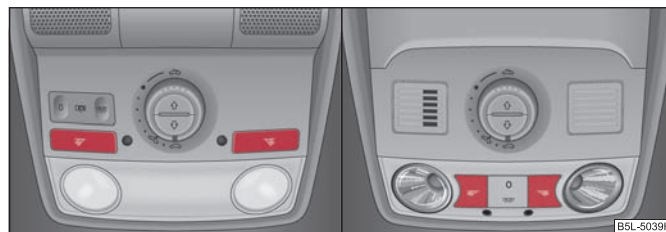

Fig. 45 Imagine din plafon: Lămpile pentru lectură din față / lămpile pentru lectură din față cu supraveghere interioară integrată
- Lampa pentru lectură din dreapta, respectiv din stânga se aprinde sau se stinge apăsând întrerupătorul  ⇒ pagina 59, fig. 45. ■